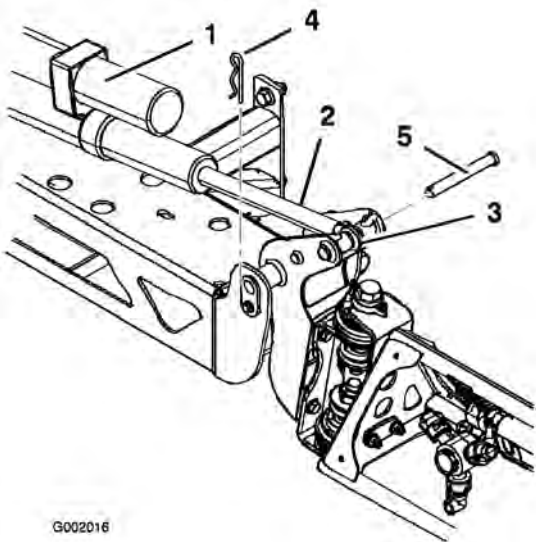

Figura 35
2. Retire el pasador de horquilla del pasador de giro (Figura 35).
- Levante el brazo y retire el pasador (Figura 35). Baje el brazo lentamente al suelo.
- Eleve el brazo para alinear el pivote con el émbolo del actuador. Sujetando el brazo, introduzca el pasador a través del pivote del brazo y del émbolo del actuador (Figura 35).